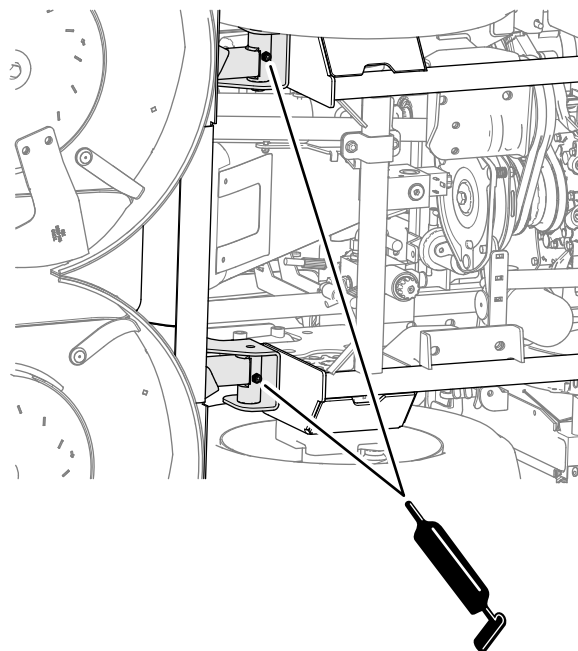

Figura 45
- Puntos de pivote del brazo de elevación de la carcasa (Figura 45)